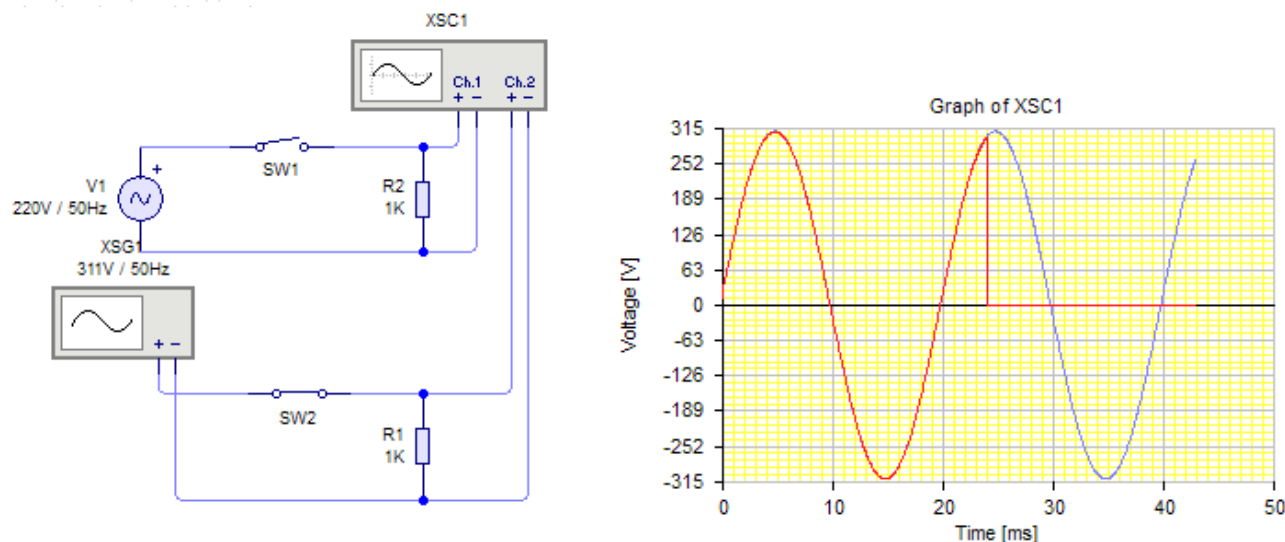

Fig. 1: Simulación con generador de funciones GF
2.1.- Implementar en el simulador un generador de CA monofásico de 220V , 50 Hz y un generador de funciones (signal generator - GF) que genere una onda senoidal de CA idéntica al primer generador. Conectar un canal del osciloscopio a cada generador y comparar el resultado de las gráficas obtenidas (accionar y des accionar los interruptores SW1 y SW2), como se indica en la Fig 1.